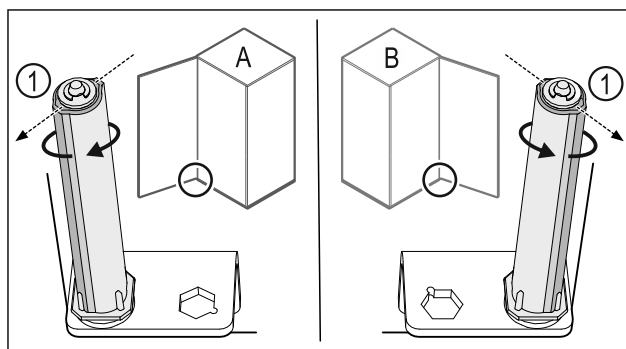

Fig. 35 Atidarymas į kairę (A) / atidarymas į dešinę (B)
- ▶ Sukite uždarymo sistemą, įveikdami pasipriešinimą, kol uždarymo sistemos pertvara Fig. 35 (1) bus nukreipta į išorę.